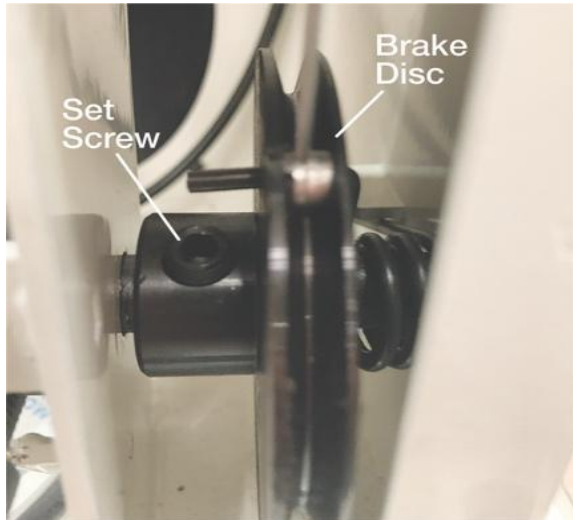

Рис. 34
1. Найдите установочный винт на тормозном диске, как показано на рис.34.